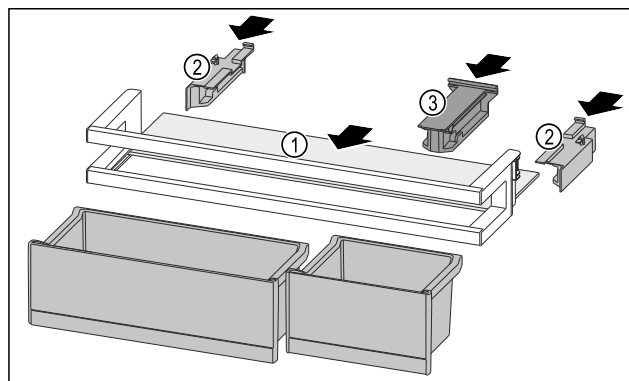

Fig. 119
- Abstellfläche Fig. 119 (1) in die seitlichen Aussparungen einschieben.
- Seitenteile Fig. 119 (2) einsetzen.
- Haltebolzen Fig. 119 (3) einsetzen.